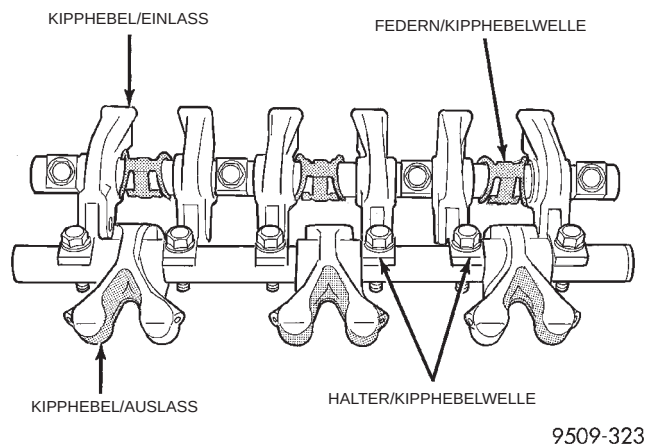
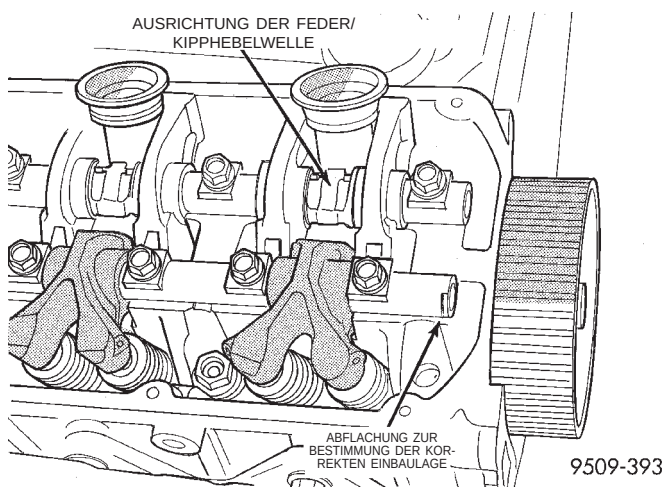

Abb. 36 Kipphebelwellen
Abb. 37 Abflachung auf den Kipphebelwellen
- (4) Halteschrauben lösen. Kipphebel und Wellen aus dem Zylinderkopf ausbauen.
- (5) Kipphebel und Hydrostößel für den Wiedereinbau in ihrer ursprünglichen Einbaulage markieren. Kipphebel und Hydrostößel ausbauen. Kipphebel und Hydrostößel werden zusammen ausgetauscht (Abb. 36).
- (1) Kipphebel und Wellen so einbauen, daß die ABFLACHUNG auf den Wellen zur Zahnriemenseite des rechten Zylinderkopfes zeigt (Abb. 37). Beim linken Zylinderkopf die Kipphebel und Wellen so einbauen, daß die Abflachung auf den Wellen zum Getriebe zeigt. Halterungen und Federklammern in ihrer Ursprünglichen Einbaulage auf den Einlaß- und Auslaßwellen montieren (Abb. 36).